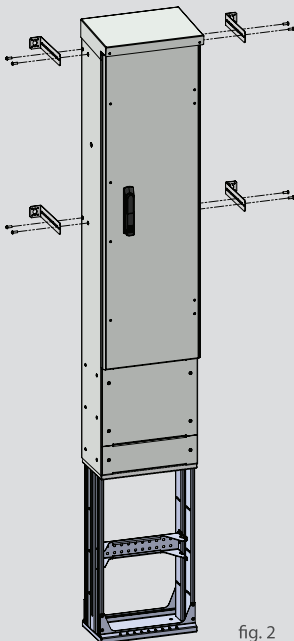

fig. 2
1. Skru ut skruene og snu braketten. (fig. 2)